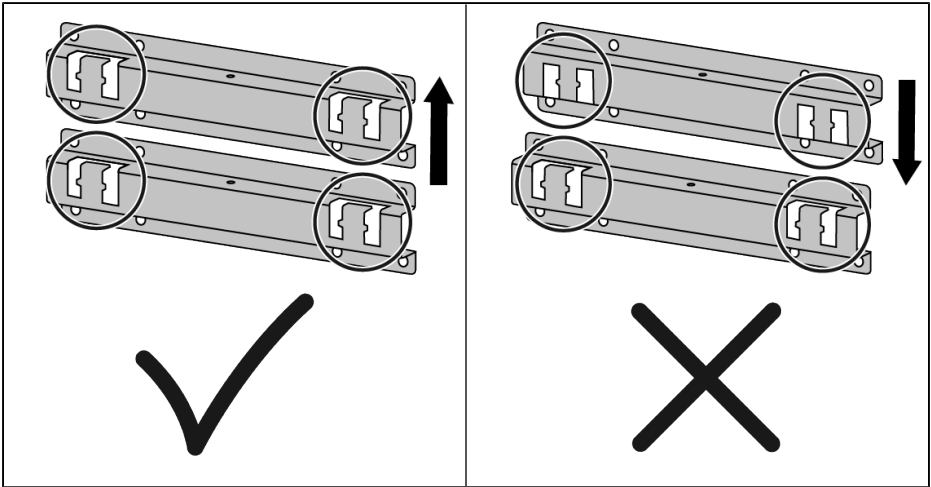
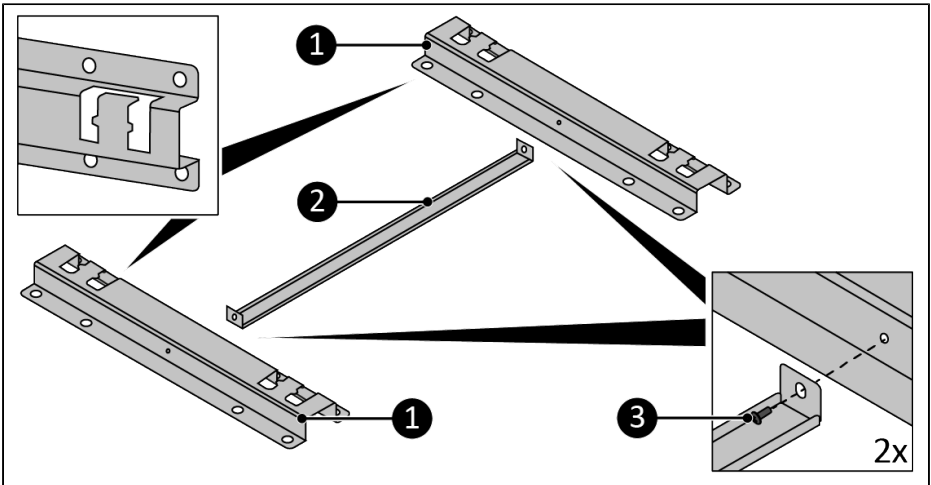

Abbildung 56.
Abbildung 57.
Achten Sie darauf, dass die Öffnungen der Halterungen nach oben zeigen, siehe Abbildung 56 und Abbildung 57 als Referenz.
1. Montieren Sie den Abstandshalter (Abbildung 57, Pos. 2) an die Halterungen (Abbildung 57, Pos. 1) mit den 2 M4 12 mm Schrauben (Abbildung 57, Pos. 3).